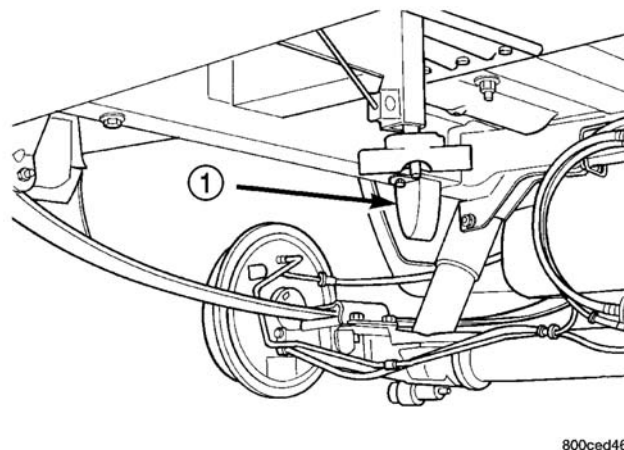

图 21 缓冲块—前轮驱动
(1) 拆卸连接缓冲块与车架纵梁的螺栓 (图 21)。
(2) 将缓冲块从车架纵梁上拆卸下来。